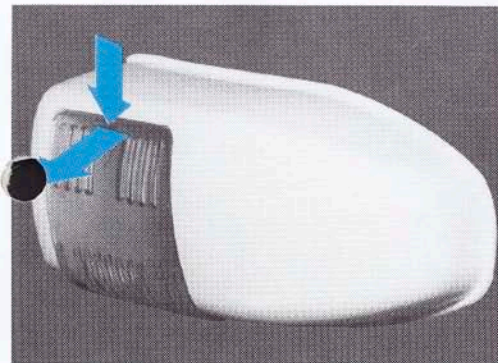

Рис. 7.
- в) если лампа вышла из строя — замените на новую, мощностью не более 15 Вт. Для этого снимите плафон и замените лампу (рис. 7).